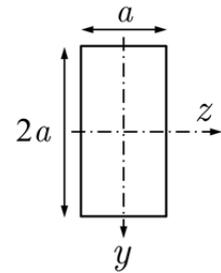

図 2
- (1) R_A 、 R_B 、 M_A 、 M_B の間に成立する二つの関係式を示せ。
- (2) A 端が自由端であると仮定し、A 端に集中荷重 R_A のみを作用させたとき、A 端におけるたわみ w_R とたわみ角 θ_R を導出せよ。
- (3) A 端が自由端であると仮定し、A 端に集中モーメント M_A のみを作用させたとき、A 端におけるたわみ w_M とたわみ角 θ_M を導出せよ。
- (4) w_R と w_M および θ_R と θ_M の間にそれぞれ成立すべき二つの関係式を示せ。
- (5) (2)と(3)で導出した w_R と w_M および θ_R と θ_M を(4)で求めた関係式に代入して、 R_A と M_A を求めよ。
- (6) はり AB の断面形状を図 2 に示す。中立軸 (z 軸) まわりの断面二次モーメント I を求めよ。
- (7) はり AB に生じる最大曲げ応力 σ_{\max} を求めよ。